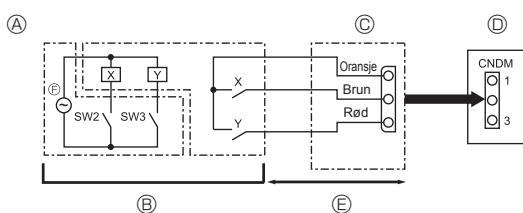

Fig. 9-2
9.2. Etterspørselfunksjon (modifisering på stedet) (Fig. 9-2) (kun for klimaanlegg)